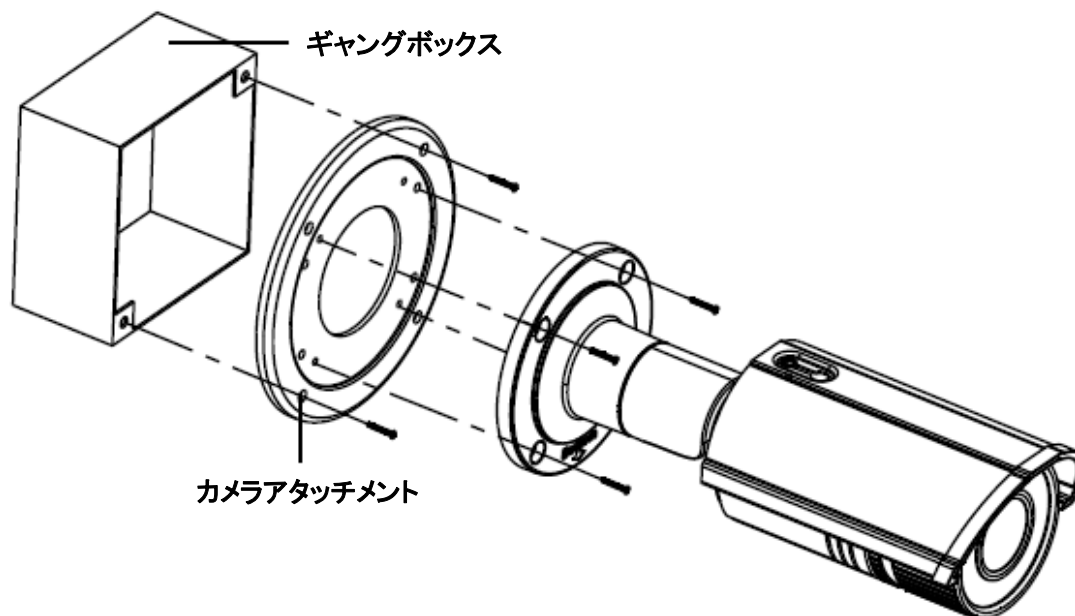

図 4-31 カメラの固定
3. ネジでカメラアタッチメントにカメラを固定します。図 4-31 を参照してください。